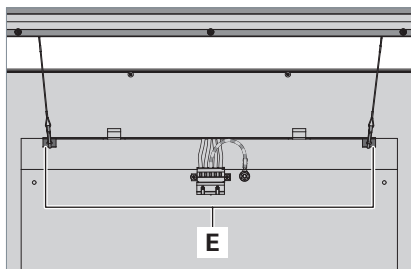

Fig. 7: Direktlicht-Element einhängen.
- Hängen Sie das Direktlicht-Element in die zwei Haken **E** am Leuchtenrahmen ein, siehe Fig. 7.